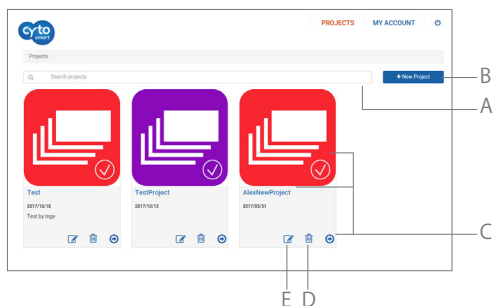

図23. プロジェクトの概要
クラウドにログインした時点で、全プロジェクトの概要が表示されます(図23)。ポータルでのナビゲーションは簡単です。1つのアカウントで複数のプロジェクトがある場合、Search Projects (プロジェクトの検索) バー (A) を利用して、目的とするプロジェクトをすばやく検索できます。新しいプロジェクトを作成するには、New Project (新規プロジェクト) (B) を選択します。これは、セクション3で説明した新規プロジェクトの開始と同様です。クラウドから実験を開始することはできません。